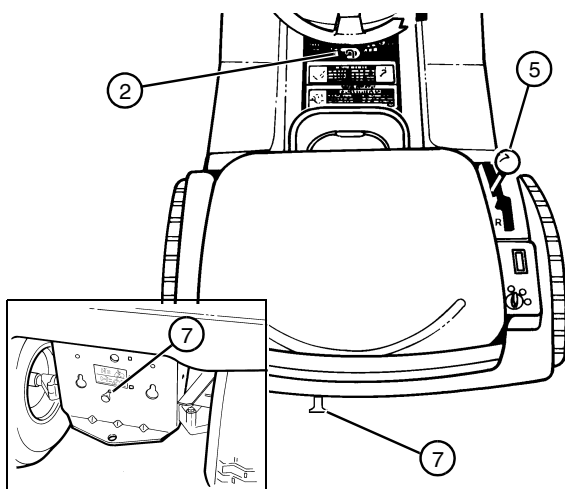

ABBILDUNG 16
Freilaufhebel (7) nach hinten bewegen, um die Achseneinheit zu entriegeln (siehe ABBILDUNG 16).
- Hebel der Feststellbremse (2) entriegeln und Schalthebel (5) in die Neutralposition (N) bringen.